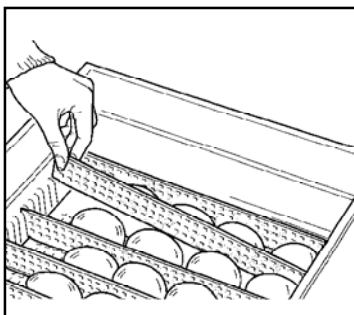

Fig. 1
Insérez les séparateurs dans les guides sur les parois de la couveuse en les espaçant de la mesure des œufs et en laissant un léger jeu pour en permettre la rotation. Entre un séparateur et l'autre vous pouvez insérer une ou plusieurs rangées d'œufs, en prévoyant toujours le jeu nécessaire pour la rotation. On vous conseille d'adopter cette solution lorsque vous incubez des œufs de petite taille (cailles, faisans, etc.) ou bien des œufs de poule un peu gros ; enlevez alors quelques séparateurs pour laisser un jeu aux œufs et pour leur permettre une rotation sans obstacles (voir Fig. 1).
4) Quand la température interne sera stabilisée et le liquide du thermomètre sera autour de la ligne rouge, retirez le couvercle et mettez les œufs sur la grille coulissante (voir Fig. 1), assurez-vous qu'il y ait un léger jeu entre les œufs et les séparateurs afin de favoriser la rotation.